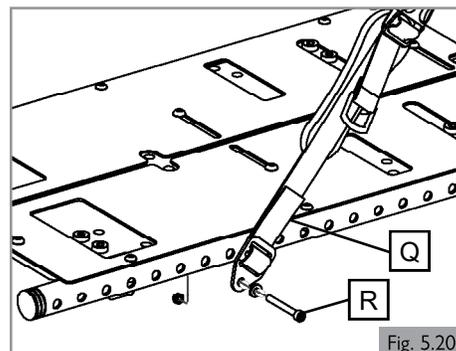

Fig. 5.20
5.13 Cinturón de dos puntos/cinturón de posicionamiento en el asiento (Fig. 5.20)
1. Fije el cinturón (Q) a la estructura del asiento con los tornillos suministrados a la izquierda y a la derecha. (Fig. 5.20)
2. Apriete (R). Consulte los valores del momento de fuerza en la sección 9.